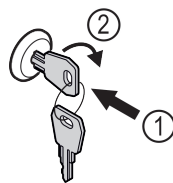

Fig. 102 Représentation à titre d'exemple
- Insérer la clé Fig. 102 (1).
- Tourner la clé à 90° dans le sens horaire Fig. 102 (2).